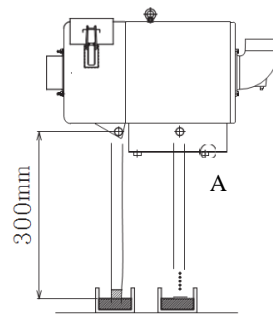

Fig.2
- El sello líquido debe estar al menos a 300mm (o más) por debajo del tubo de drenaje, para permitir que este drene adecuadamente. Hay disponible una mesa opcional de 600mm de altura (vea Fig.2) (para detalles sobre el drenaje, vea la página 15, (3) "Tuberías de drenaje").